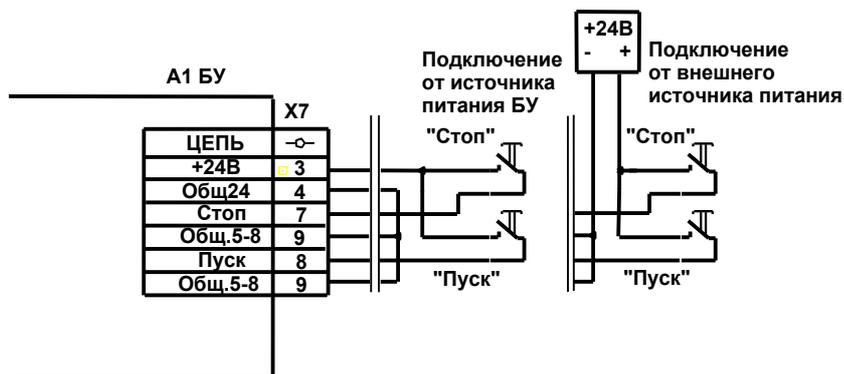

Рис.7. Схема подключения кнопок дистанционного управления "Пуск"/"Стоп"
- 4.5.1. В соответствии с Таб.1 кнопки «Пуск» и «Стоп» подключаются через клеммную колодку X7. Схема подключения представлена на Рис.7.